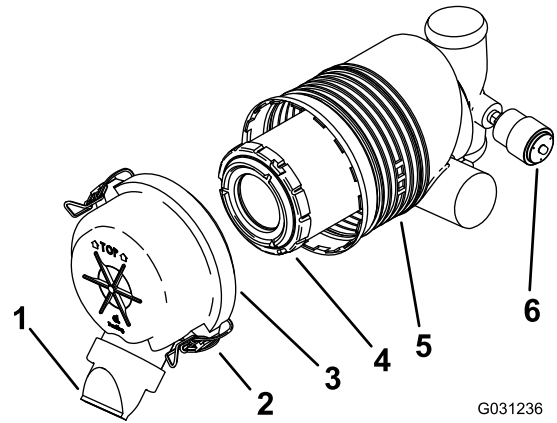

Figura 30
**Importante:** Cambie el filtro del limpiador de aire únicamente cuando el indicador de mantenimiento se ve rojo (Figura 30). El cambiar el filtro antes de que sea necesario sólo aumenta la posibilidad de que entre suciedad en el motor al retirar el filtro.
5. Abra los cierres del limpiador de aire y tire de la tapa de la entrada de aire para separarla del cuerpo del limpiador de aire (Figura 30).
- Si el indicador de mantenimiento se ve transparente, instale la tapa del limpiador de aire con el tapón antipolvo orientado hacia abajo, y cierre los enganches (Figura 30).
1. Extraiga con cuidado el filtro del cuerpo del limpiador de aire (Figura 30).
3. Instale el filtro con cuidado (Figura 30).
4. Instale la tapa del limpiador de aire con el tapón antipolvo orientado hacia abajo, y cierre los enganches (Figura 30).